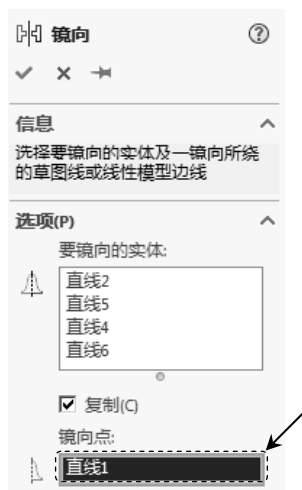

图 4.7.26 “镜像”对话框
Step2. 选择命令。选择下拉菜单 **工具(T)** → **草图工具(S)** → **镜向(M)** 命令（或在“草图”工具栏中单击 按钮），系统弹出如图 4.7.26 所示的“镜像”对话框。
Step4. 定义镜像中心线。在“镜像”对话框中单击如图 4.7.26 所示的文本框，使其激活，然后在系统 **选择镜像所绕的线条或线性模型边线或平面实体** 的提示下，选取如图 4.7.25a 所示的构造线为镜像中心线；单击 按钮，完成草图实体的镜像操作。